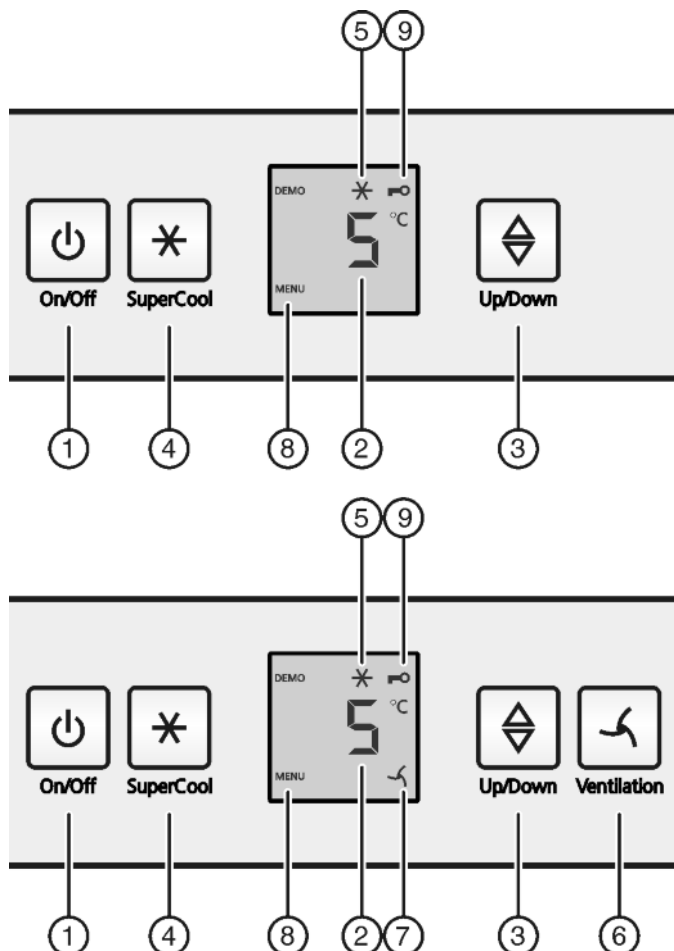

Fig. 2
- ▶ Aan/uit-toets Fig. 2 (1) indrukken.
- ▶ Toets SuperCool Fig. 2 (4) ca. 5 seconden indrukken.
- ▷ Op de display wordt het symbool Menu Fig. 2 (8) weergegeven.
- ▶ Met de toets SuperCool Fig. 2 (4) kort bevestigen.
- ▷ Het symbool Kinderbeveiliging Fig. 2 (9) op de display gaat branden.
- ▶ De toets On/Off Fig. 2 (1) kort indrukken.
- ▶ Temperatuurfunctie oproepen: Druk de insteltoets *Fig. 2 (3)* in.
- ▶ Temperatuur in 1 °C stappen wijzigen: Druk de insteltoets *Fig. 2 (3)* net zo vaak in, totdat de gewenste temperatuur op het temperatuurdisplay oplicht.
- ▶ Toets SuperCool *Fig. 2 (4)* kort indrukken.
- ▷ Het symbool SuperCool *Fig. 2 (5)* is verlicht in de display.
- ▷ Het symbool SuperCool *Fig. 2 (5)* in de display gaat uit.
- ▶ Druk kort op de toets Ventilatie *Fig. 2 (6)*.
- ▷ Het symbool Ventilatie *Fig. 2 (7)* brandt.
- ▷ Het symbool Ventilatie *Fig. 2 (7)* gaat uit.